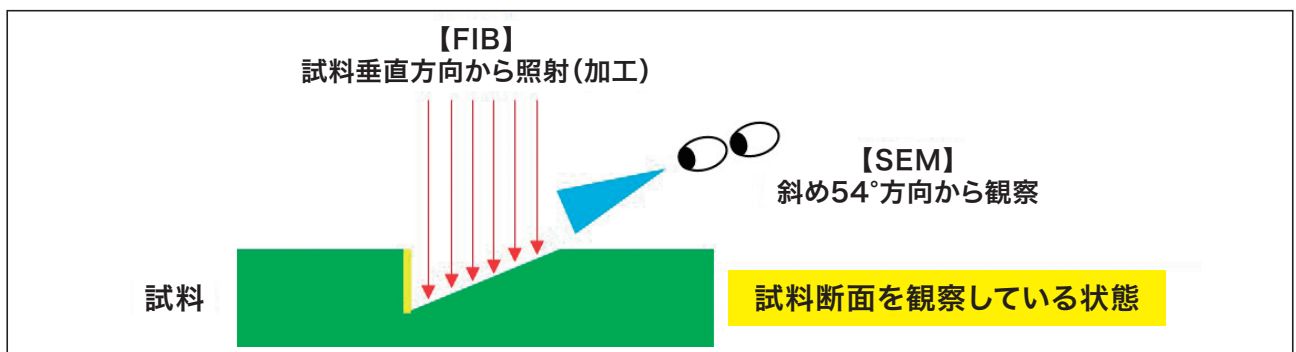

図7 FIB加工およびSEM観察イメージ図
- (8)SEM断面観察(図7)
- (9)EDX分析のため追加加工を実施後、EDX分析